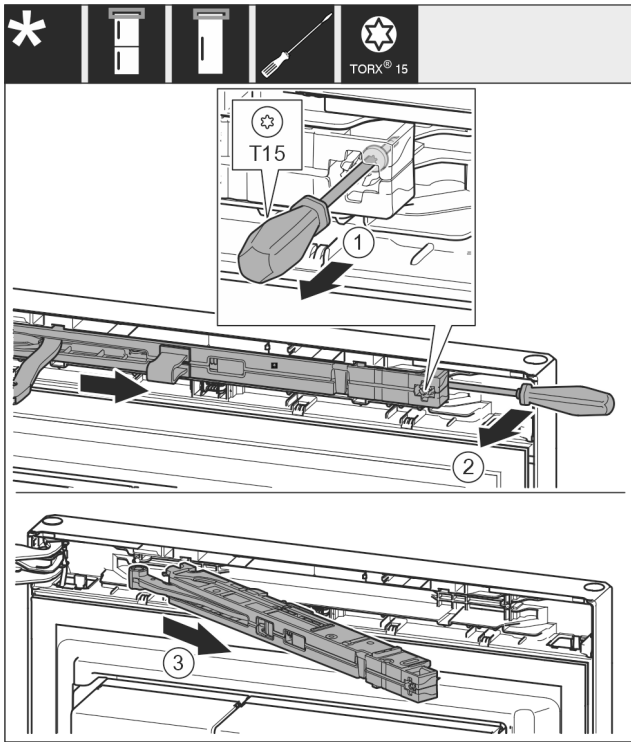

Fig. 11
- Schroef op de sluitdempereenheid met schroevendraaier T15 ca. 14 mm losdraaien. Fig. 11 (1)
- Een schroevendraaier aan de kant van de handgreep achter de sluitdempereenheid plaatsen en eenheid naar voren draaien. Fig. 11 (2)
- Sluitdempereenheid eruit trekken. Fig. 11 (3)